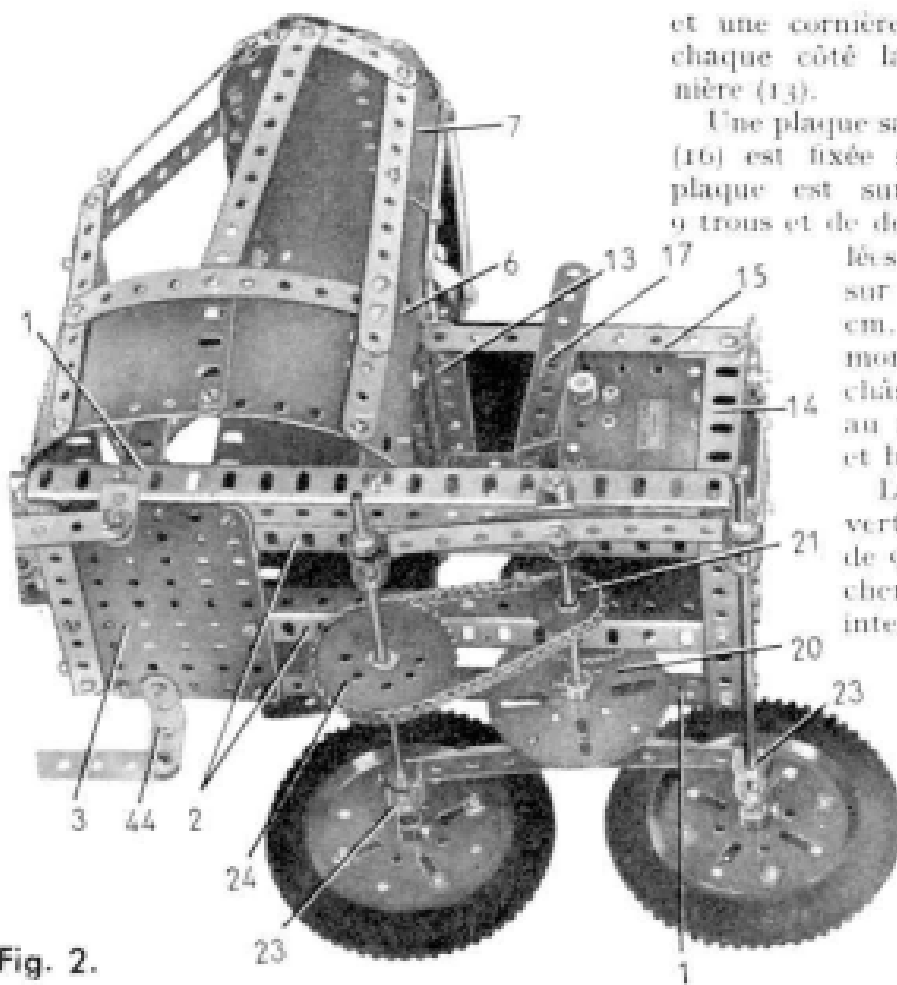
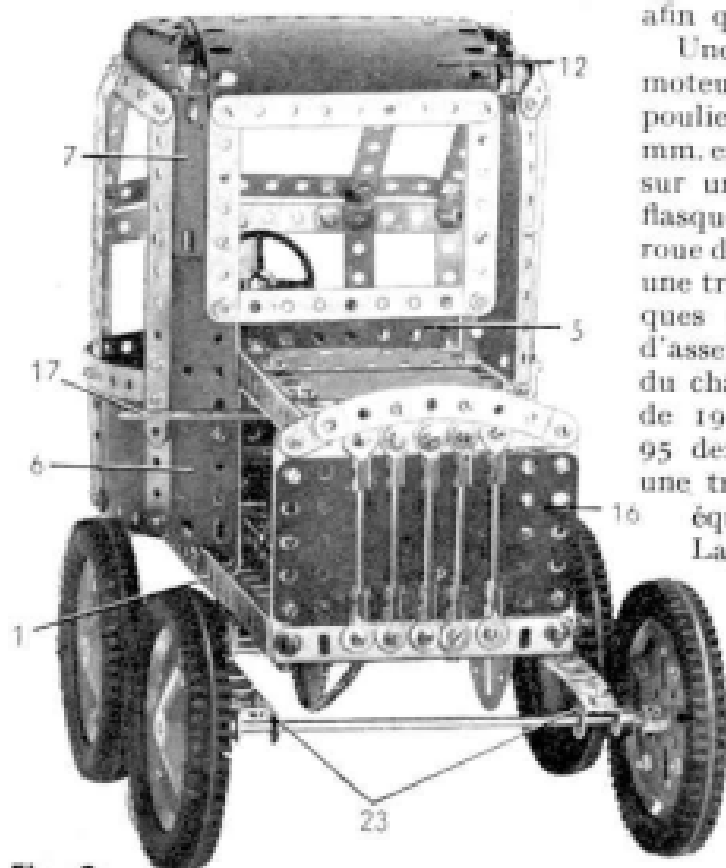

Fig. 2.
Fig. 3.
Le groupe moteur-cabine se construit sur un châssis formé de deux cornières de 19 trous (1) assemblées par deux cornières de 9 trous (fig. 2) ; le châssis est renforcé par deux autres cornières de 19 trous (2) parallèles aux cornières (1). Une plaque sans rebords de $11,5 \times 6$ cm. (3) est boulonnée sous le châssis.
La lunette arrière (fig. 3) est bordée par deux bandes de 7 trous et deux de 9 trous. Ces bandes sont fixées sur les cornières (4). Une plaque flexible de 14×4 cm. (6) et une de 6×4 cm. (7) sont également fixées sur chaque cornière (4). Les plaques sont incurvées et reliées aux côtés de la cabine. Les deux côtés sont identiques, mais l'un d'eux demeure partiellement ouvert. Leur construction à l'aide de bandes et de plaques flexibles de 6×6 cm. apparaît clairement sur les figures 2 et 4.
Le pare-brise est constitué par deux bandes (10) semblables à la bande (9) et réunies par des bandes de 7 trous. La bande (10) inférieure est reliée à la bande (9) par des équerres à 135° . La bande (10) supérieure porte une plaque flexible de $11,5 \times 6$ cm. (11) incurvée pour former l'avant du toit. Une plaque identique (12) est boulonnée au sommet des bandes (5) (fig. 3) et réunie à la plaque (11). Les bords galbés du toit sont formés de chaque côté par une plaque flexible de 6×4 cm. et par une plaque flexible triangulaire de 6×5 cm.
Le capot, ouvert sur les deux côtés, se construit en boulonnant une cornière de 9 trous (13) (fig. 2) sur la plaque (5). Une cornière de 6 trous (14) est fixée verticalement à chaque angle de l'arrière du châssis
Les deux essieux arrière sont des tringles de 20 cm. passées dans les supports doubles (23). Elles sont tenues en place par des bagues d'arrêt. L'un des essieux (fig. 2) est muni d'une roue de chaîne de 36 dents (24) reliée par chaîne Galle à la roue (21).
La lame du bouclier est dotée de deux bandes incurvées épaulées de 6 cm. (43) solidement fixées par des équerres. D'autre part, deux équerres de 25 x 25 mm. (44) sont boulonnées sous le flasque (3) du châssis (fig. 2). Les équerres (44) sont reliées aux bandes (43) par des bandes de 6 trous articulées à l'aide de contre-écrous.